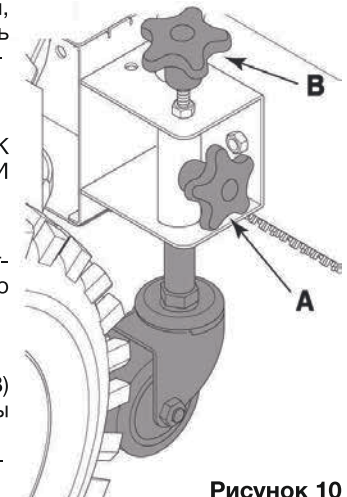

Рисунок 10
1. Открутите боковой регулятор (рисунок 10. А);
2. Поворачивайте верхний регулятор (рисунок 10. В) по часовой стрелке/ против часовой стрелки, чтобы поднять/ опустить ролики;
3. Зафиксируйте боковой регулятор после регулировки (рисунок 10. А);